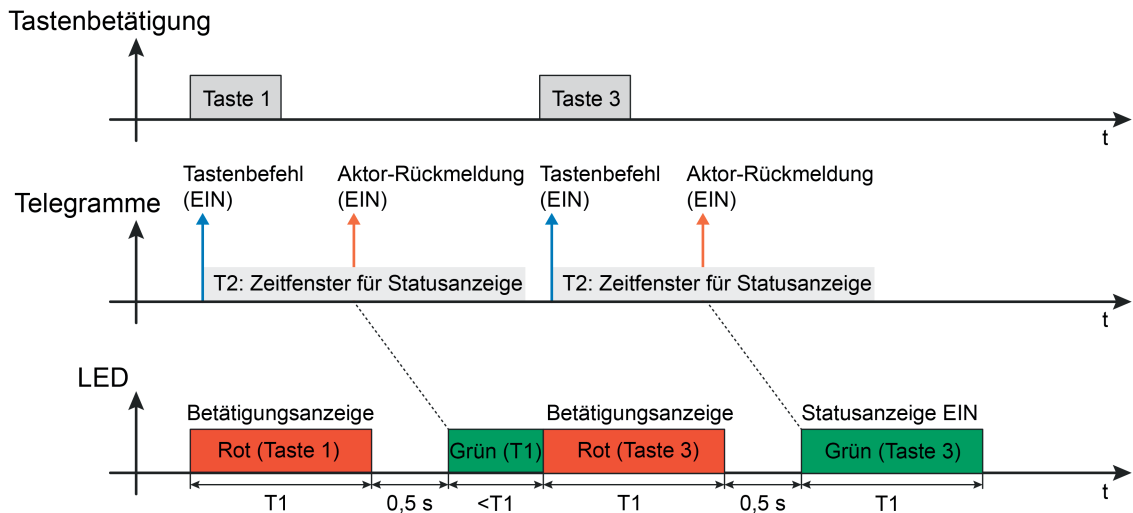

Bild 11: Beispiel einer 2-stufigen Betätigungs- und Statusanzeige
- i** Bei der Funktion "Schalten" kann das Bedienkonzept auf "Wippenfunktion" oder alternativ auf "Tastenfunktion" konfiguriert werden. Bei einer Tastenfunktion wird unterschieden, ob die Bedienfläche auf zwei separate und funktional unabhängige Tasten aufgeteilt wird (Zweiflächenbedienung, z. B. zwei Aktorkanäle ansteuern), oder ob eine Bedienfläche nur als eine große Taste arbeitet (Einflächenbedienung, nur einen Aktorkanal ansteuern). Bei der Zweiflächenbedienung kann jede Taste ein eigenes Status-Objekt besitzen, wodurch es möglich ist, unterschiedliche Aktor-Rückmeldungen über die Status-LED der jeweiligen Taste zu signalisieren. Ein neuer Tastendruck unterbricht immer eine ausgeführte Anzeigefunktion sofort (Bild 11). Bei der Einflächenbedienung ist nur ein Status-Objekt verfügbar. Der Status wird dann über die LED der linken Taste angezeigt. Bei der Wippenfunktion ist ebenfalls nur ein Status-Objekt verfügbar. Hierbei erfolgt die Statusanzeige über die LED der zuletzt betätigten Taste der Wippe.
Statusfunktionen der Bedienwippen steuern stets nur die LED der betroffenen Taste an. Ein neuer Tastendruck derselben (zuletzt gedrückten) Taste oder einer anderen Taste unterbricht zu jeder Zeit eine ausgeführte Anzeigefunktion sofort (Bild 11). Der Abbruch kann auch erfolgen, wenn zur gestarteten Anzeigefunktion noch kein Status signalisiert wurde.